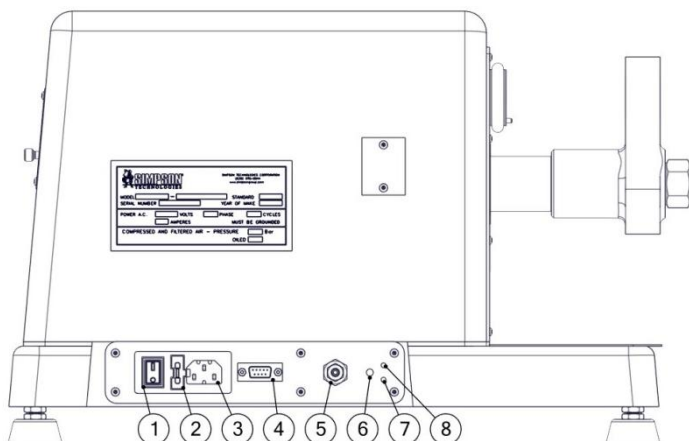

Abb. 7.1: Geräterückseite
2. Eine leere Auffangschale (Fassungsvermögen sollte ca. 200/300 ml betragen) unter den Auslassstutzen stellen (Abb. 7.1, Pos. 6). Das Altöl aus dem Gerät in der Schale auffangen.
5. Währenddessen wird das Altöl aus dem Auslassstutzen (Abb. 7.1, Pos. 6) gedrückt und in der Auffangschale aufgefangen. Schritt 4 wiederholen und dem Altöl ausreichend Zeit zum ausströmen lassen. Schritt 4 solange wiederholen, bis das Altöl vollständig aus dem Prüfgerät gepumpt ist.
6. Nach dem Ablassen, das Gerät wieder in seine normale Stellung bringen. Einen kleinen Schlauch in die Auslassöffnung einführen (Abb. 7.1, Pos. 6).
1. Hauptschalter auf "An" (Abb. 7.1, Pos. 1) stellen.
1. Hauptschalter auf "An" (Abb. 7.1, Pos. 1) stellen).